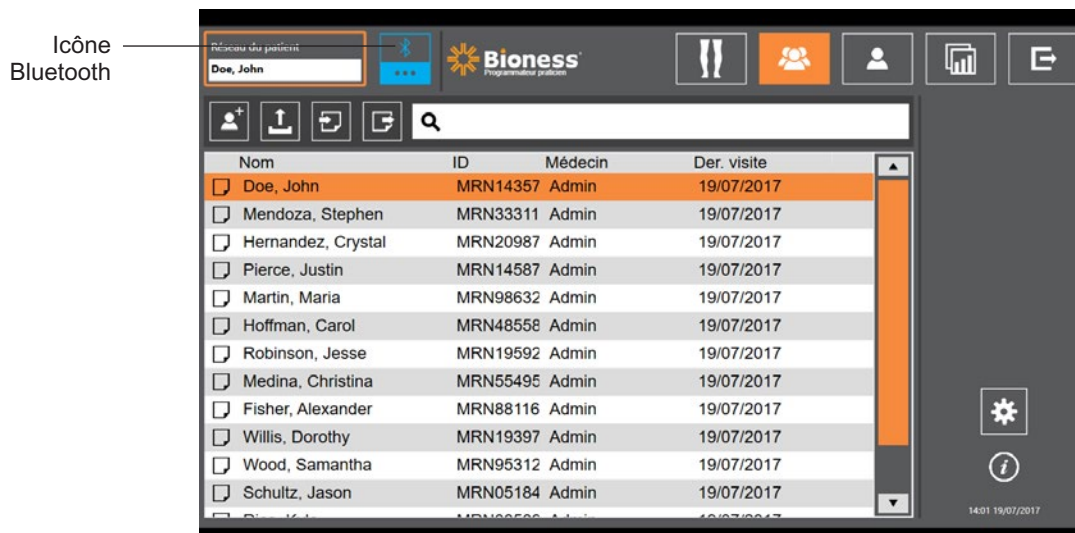

Figure 9-0 : Icône Bluetooth®
3. L'écran Base de données du patient apparaît. Appuyez sur l'icône Bluetooth® dans la navigation. Reportez-vous à la figure 9-0.